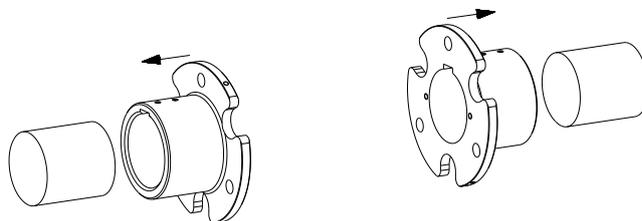

Bild 20: Montage der an- und abtriebsseitigen Naben
- Montieren Sie die Naben auf die Welle der An- und Abtriebsseite (siehe Bild 20). Die Wellenenden dürfen an den Nabeninnenseiten nicht vorstehen.